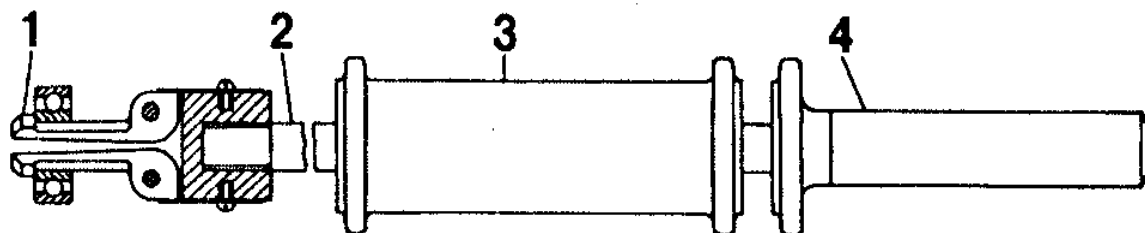

Рис.66. Съёмник 7823-6090 для выпрессовки подшипника первичного вала коробки передач из коленчатого вала:
62. Выпрессовать, при необходимости, с помощью съемника 7823-6090 из гнезда коленчатого вала подшипник первичного вала коробки передач (рис.66).